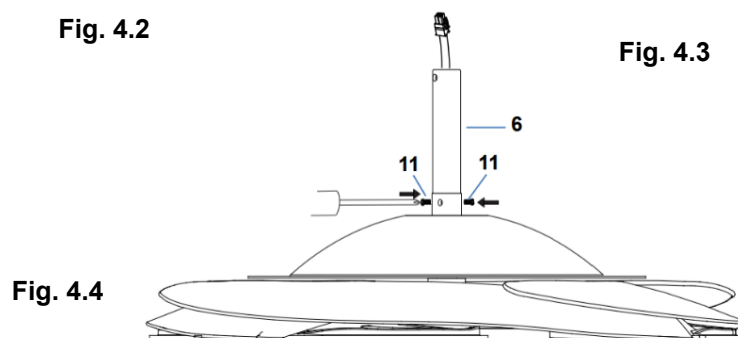

Fig. 4.4
5. Fissare l'asta (6) serrando le viti di fissaggio (11) (Fig. 4.4).